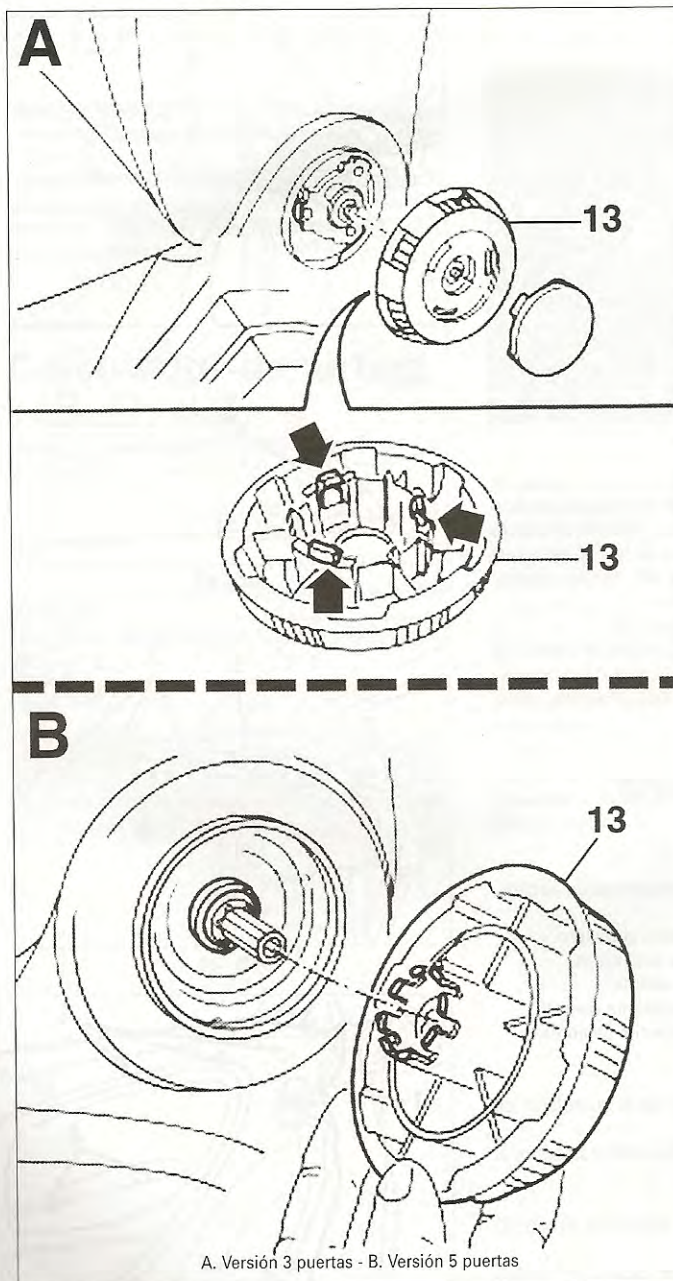

FIG. 14
- Desengrapar la moleta de reglaje (13) de la inclinación del respaldo (fig. 14).